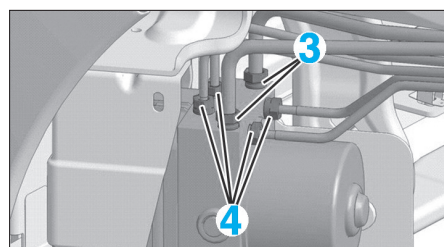

FIG. 26
- Débloquer les raccords (3) et (4) (Fig.26).